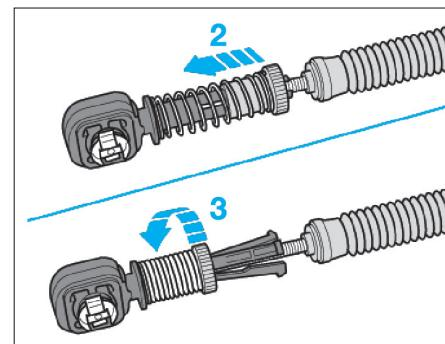
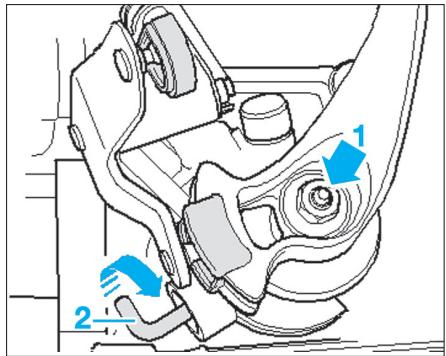

Fig. 12
Fig. 15
- Repousser le mécanisme de sûreté des câbles vers l'avant jusqu'en butée (2) (Fig.12).
- tourner le mécanisme de sûreté des câbles vers la droite (3) jusqu'à ce qu'il se verrouille.
- Repousser le mécanisme de sûreté des câbles vers l'avant jusqu'en butée (2) (**Fig.12**).
- Tourner le mécanisme de sûreté des câbles vers la droite (3) jusqu'à ce qu'il se verrouille.
- Bloquer l'arbre de commande comme suit (**Fig.15**):
- enfoncez l'arbre dans le sens de la flèche (1),
- pousser la pique (2) jusqu'à ce qu'elle s'enclenche dans l'arbre de commande.